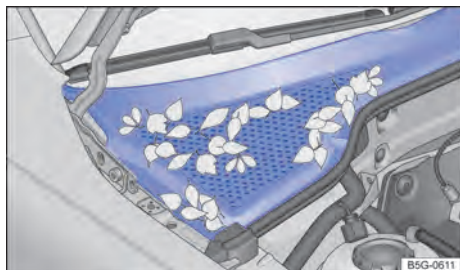

Fig. 221 Entre o compartimento do motor e o para-brisa: caixa de água (representação esquemática).
- A caixa coletora de água está localizada no compartimento do motor, entre o para-brisa e o motor e sob uma cobertura perfurada → Fig. 221. O ar ambiente é sugado da caixa coletora de água para o interior do veículo por meio do sistema de aquecimento e ventilação ou do ar-condicionado.